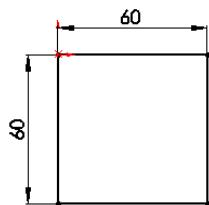

图 3-113 绘制的草图
**02** 绘制草图。在菜单栏中选择“工具”→“草图绘制实体”→“矩形”命令，或者单击“草图”工具栏中的“边角矩形”图标按钮 ，以原点为一角点绘制一个矩形并标注尺寸，结果如图 3-113 所示。